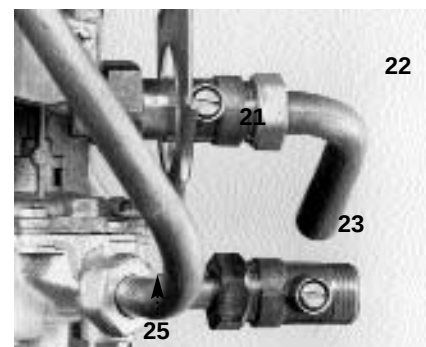

Fig. 4
#### a) Gaz naturel (fig. 4)
- Un robinet d'arrêt d'eau à bille "23" (fig. 4) embout mâle Ø 1/2"